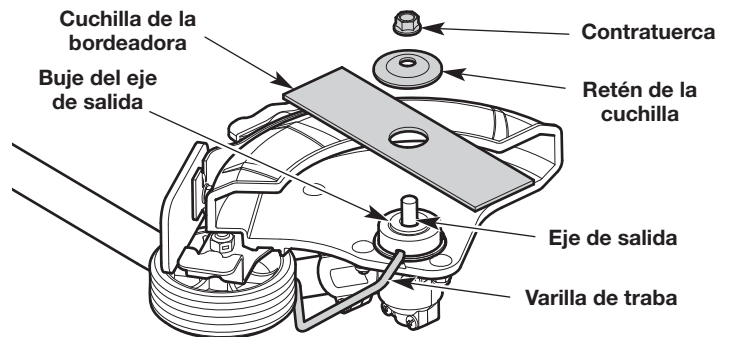

Fig. 26
4. Quite la varilla de traba. Quite la contratuerca, el retenedor de la cuchilla y la cuchilla de la bordeadora (Fig. 26). Guarde la contratuerca y el retén de la cuchilla para instalar la nueva cuchilla de la bordeadora.
1. Baje la nueva cuchilla de la bordeadora sobre el buje del eje de salida (Fig. 26). Verifique que la cuchilla esté plana contra el buje del eje de salida.
2. Coloque la retención de la cuchilla sobre el eje de salida con la superficie plana contra la cuchilla (Fig. 26).
3. Atornille la tuerca sobre el eje de salida (Fig. 26).